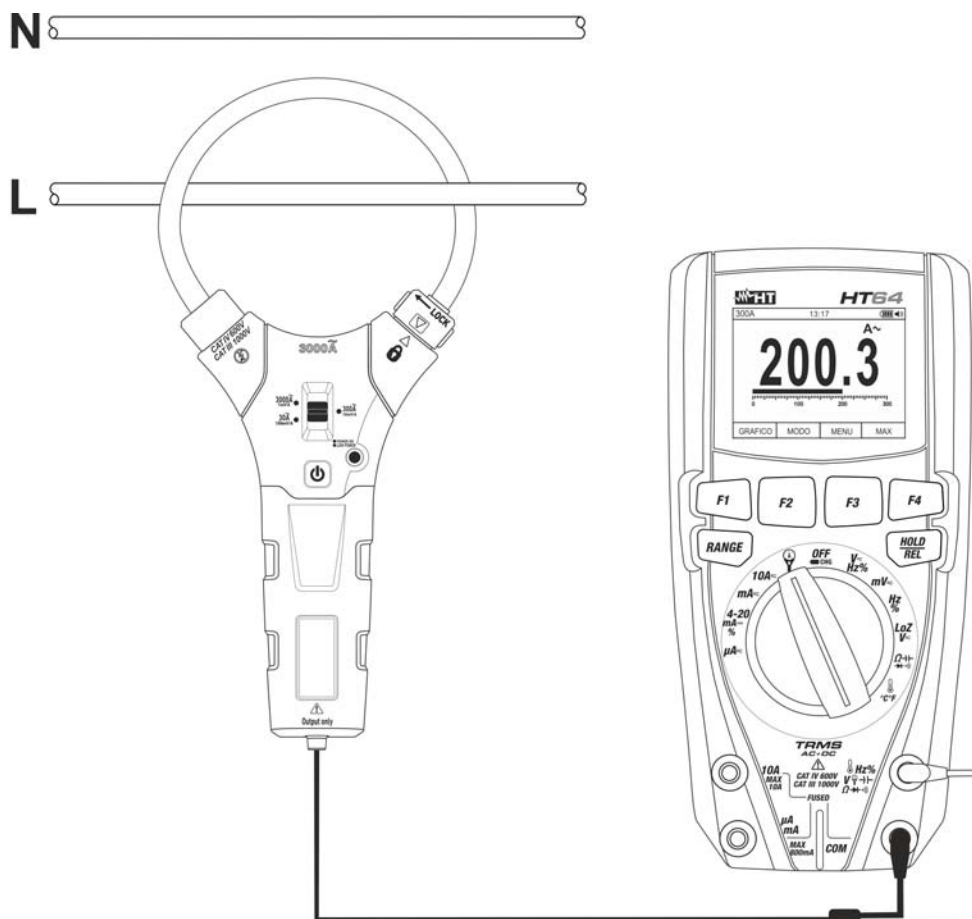

Fig. 32: Uso dello strumento per misura di corrente AC/DC con trasduttore a pinza
5. Inserire il cavo all'interno del toroide (vedere Fig. 32). Il valore della corrente è visualizzato a display